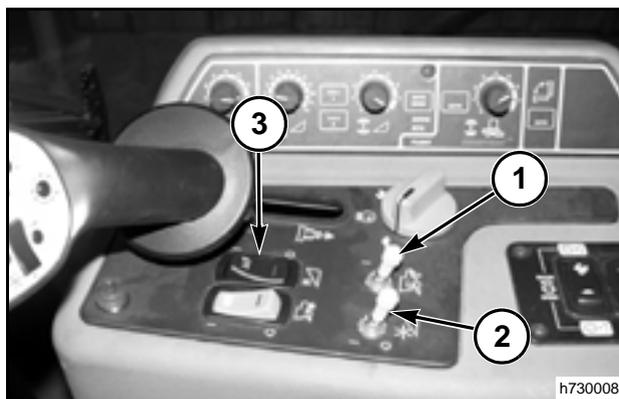

FIG. 90
FIG. 90: Tecla de acoplamiento/desacople del sistema de trilla (1) - el contraeje principal posee un embrague magnético operada por una tecla de acción doble (1). La transmisión individual del rotor y la tecla de control de velocidad son también activados por esa tecla.